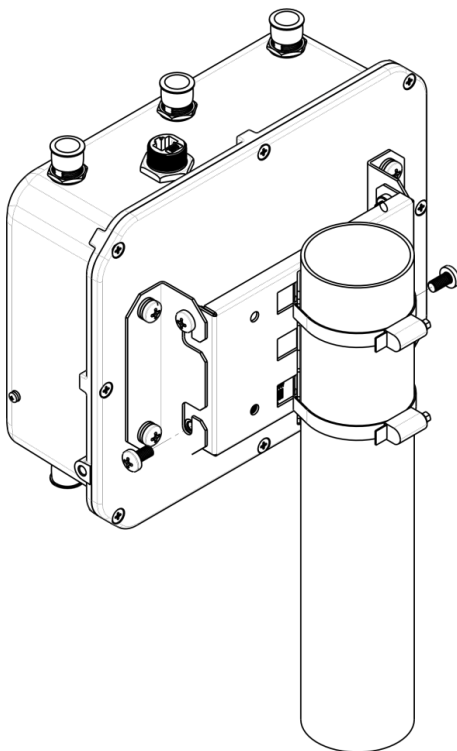

Рисунок 7 – Крепление устройства на трубостойке
- a) Установите устройство на незакрученные верхние винты кронштейна, который прикреплен к трубостойке, рисунок 7.
- b) В нижние отверстия крепления установите винты, рисунок 7.